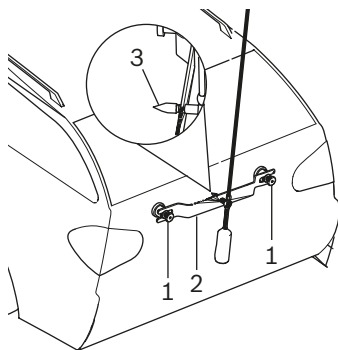

Fig. 47: Ajustage précis du pendule d'alignement
4. Aligner le pendule d'alignement à l'aide de la pointe de centrage (Fig. 47 / 3) exactement au milieu du véhicule. Pour cela, desserrer les deux écrous moletés (Fig. 47 / 1) et décaler le pont de telle manière (Fig. 47 / 2) que la pointe de centrage se trouve exactement au milieu du véhicule.